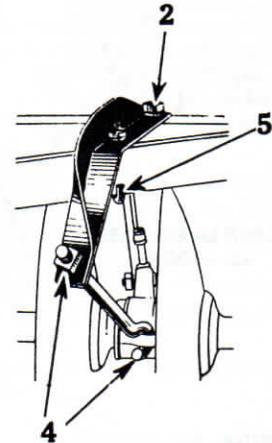

FIGURE 18 - MONTAGE DES ETAIS ARRIERE DES GROUPES DE DISQUES.
NOTE - Dès que vous aurez placé les bobines à coussinets sur le boulon-essieu, il est nécessaire d'en boulonner les supports d'une part sur les coussinets, et d'autre part sur le bâti. Ne bloquez pas les boulons. Fixez également sur le bâti l'attache de l'étai arrière (pour déchaumeuse 14 disques seulement) (voir figure 18).
**4** Accrochez d'une part les étais dans les œillets des coussinets et boulonnez-les au bâti, et d'autre part l'étai arrière au coussinet et à l'attache (14 disques seulement) (voir figure 18).
**5** Fixez le boulon crochet au longeron du bâti et à l'attache arrière (voir figure 18).